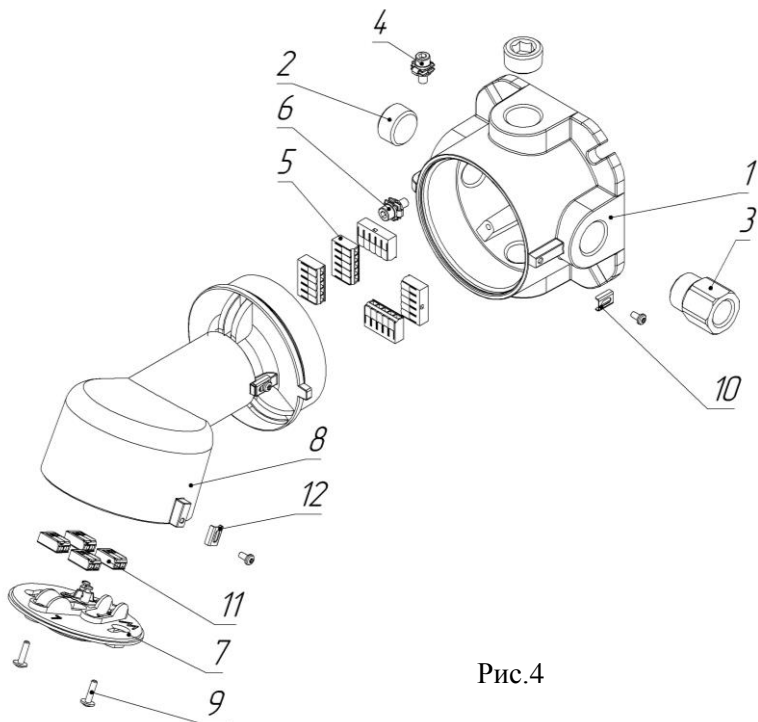

Рис.4
7.6.5 Монтаж на стену под углом 25° (Тип крепления WA) (рис.4).